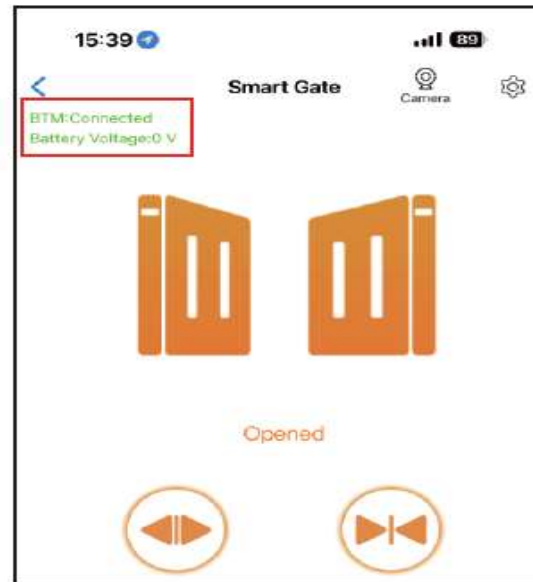

Fig 6
- Cuando el dispositivo está fuera de línea o el teléfono móvil no tiene red, si el usuario está cerca del dispositivo (dentro de 10 metros) y abre la aplicación, esta cambiará automáticamente al modo Bluetooth para controlar el dispositivo (Fig 6).